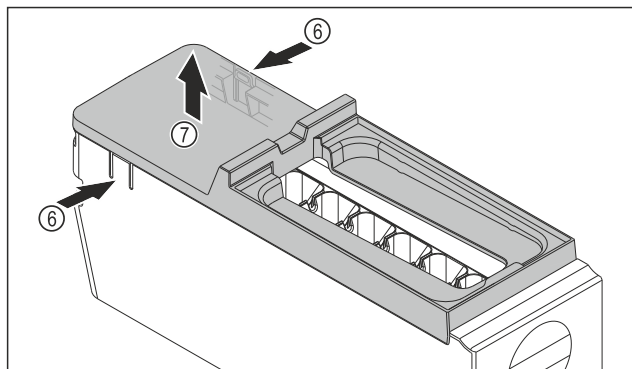

Fig. 172
- Снимите крышку корпуса EasyTwist-Ice: Надавите рукой на накладки Fig. 172 (6) с обеих сторон корпуса EasyTwist-Ice.
- Другой рукой снимите крышку Fig. 172 (7) по направлению вверх.